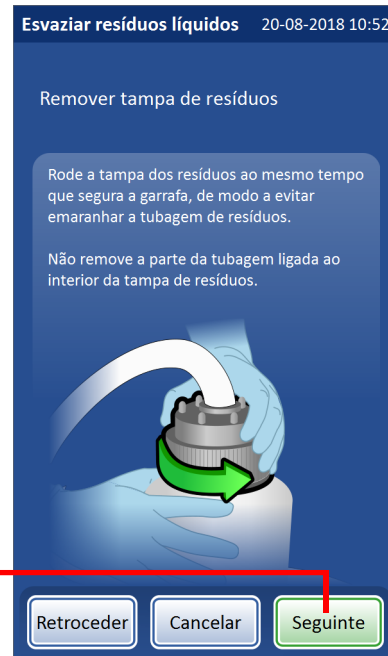

Figura 8-14 Abertura/fecho da garrafa de resíduos
5. **Remoção da tampa** — abra a garrafa de resíduos rodando a respetiva tampa ao mesmo tempo que segura a garrafa, de modo a evitar emaranhar a tubagem de resíduos. Consulte Figura 8-14.